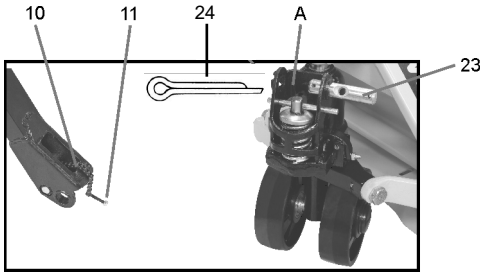

Fig. 3 – Eje del cable
- a. Retire el contrapino/cupilla "24" y retire completamente el eje "23". Enchufe el cable en la posición "A". Recolecte el eje "23" pasando por el cable y traba el conjunto reubicando el contrapino/cupilla "24", ver fig. 3;